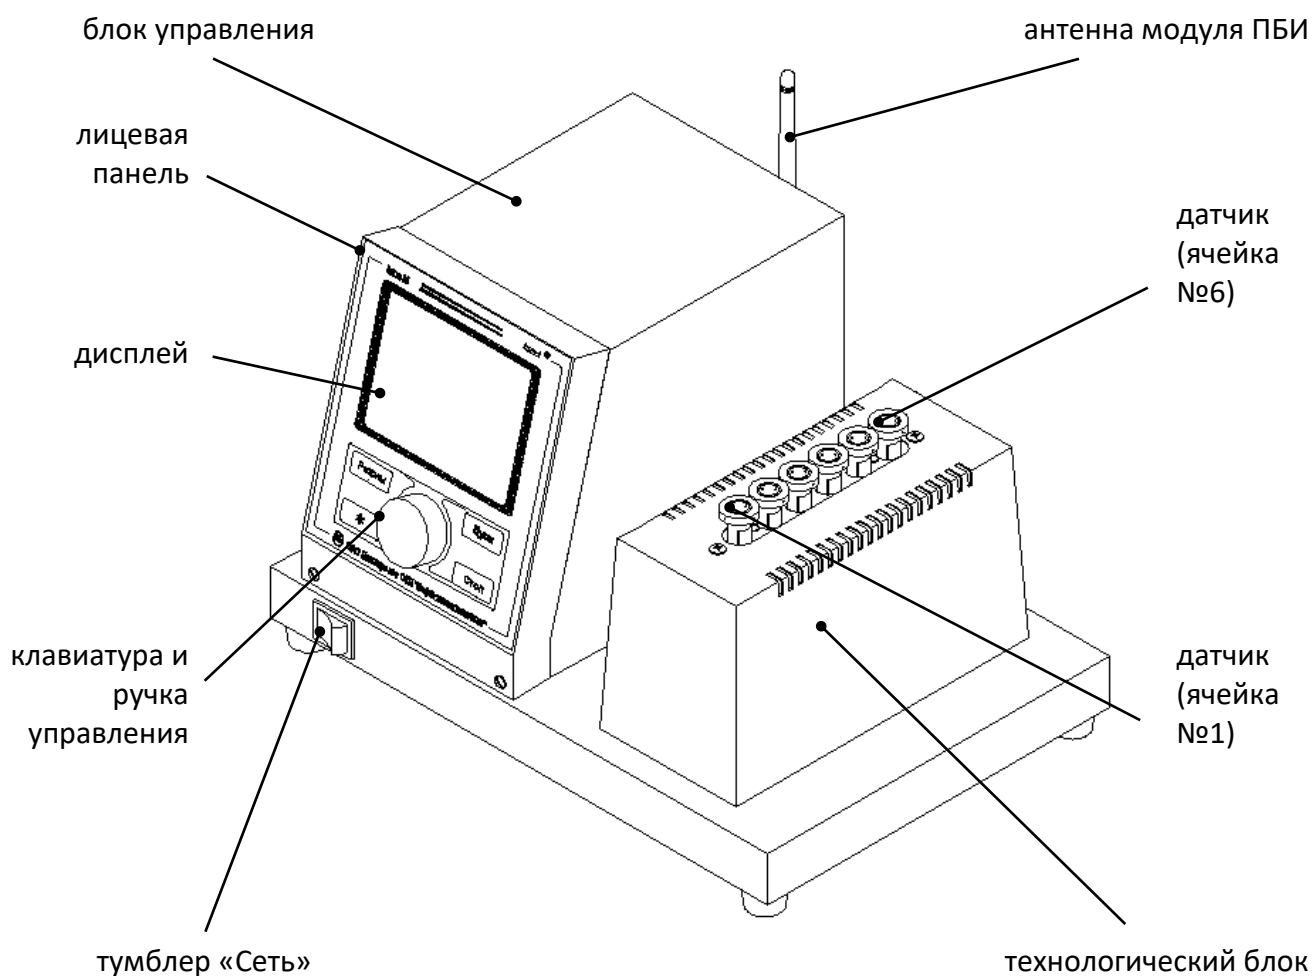

Рисунок 1. ЛинтеА® Капля-20. Общий вид
3.3.1 Подключить аппарат к сети питания, включить его тумблером «Сеть» (рисунок 1 на странице 4).